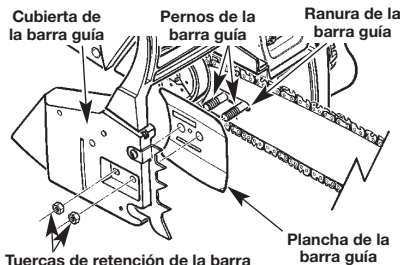

Fig. 31
2. Afloje ligeramente las tuercas de retención de la barra (Fig. 31).
2. uite las tuercas de retención de la cadena con las herramientas de uso múltiple provistas. Quite la cubierta de la barra guía y la plancha de la barra guía tirando de ellos de manera recta hacia afuera (Fig. 31).
5. Ajuste la barra guía a ras contra la superficie de montaje, de modo que los dos pernos de la barra guía entren en su propia ranura (Fig. 31).